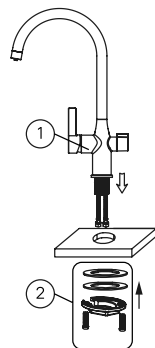

Рис. 3
3. Пропустите гибкую подводку в отверстие в столешнице. Закрепите смеситель на рабочей поверхности, используя входящий в комплект набор крепежа (рис. 3).